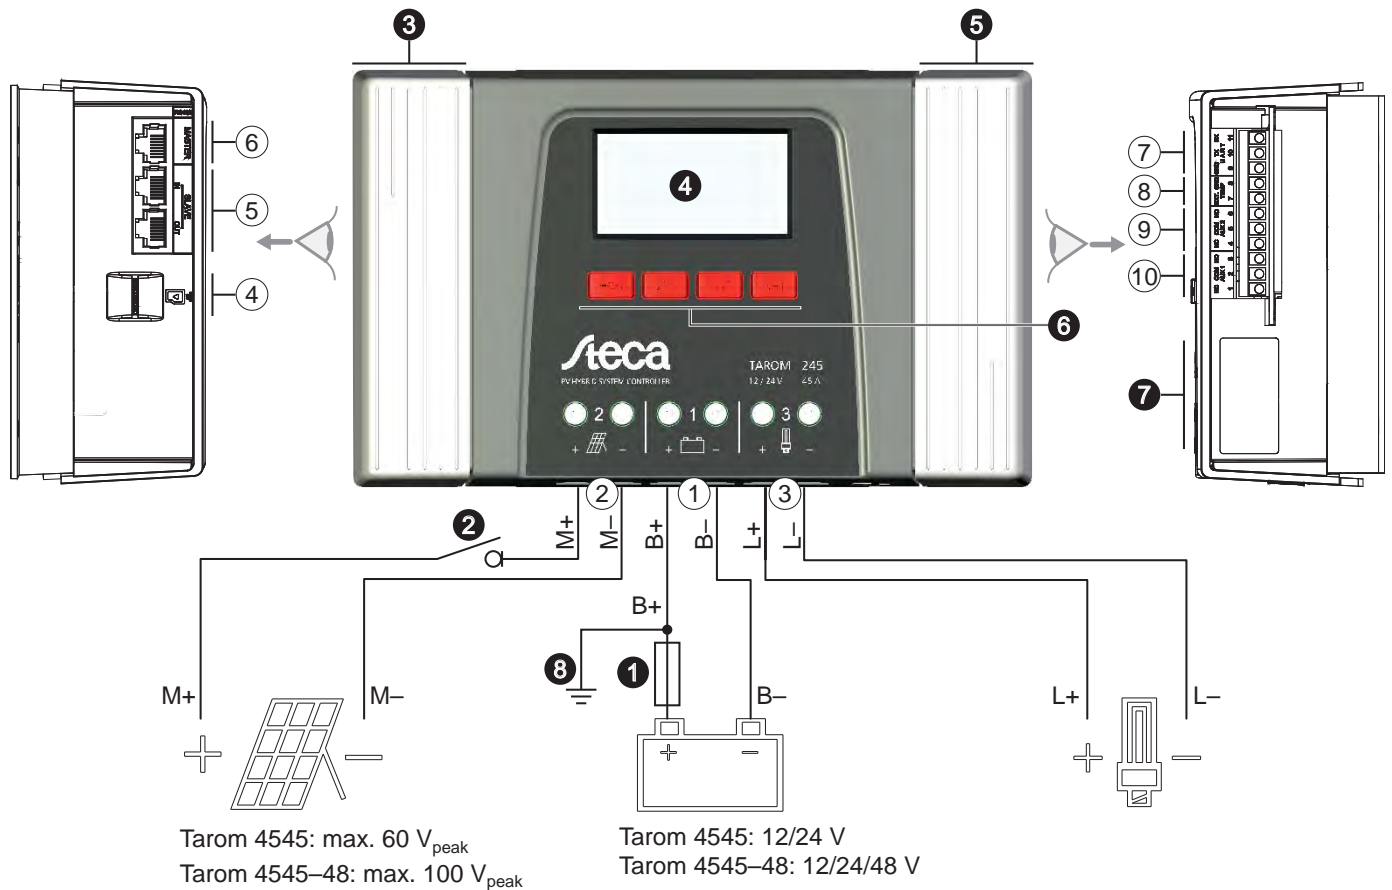

Fig. 1: Vue d'ensemble du boîtier et des prises
### 9.2.1 Prise femelle RJ45 pour le bus maître (⑥ dans fig. 1)
### 9.2.2 Prise femelle RJ45 pour le bus esclave (⑤ sur la fig. 1)
### 9.2.3 Logement de la carte microSD (④ sur la fig. 1)
### 9.2.4 Sorties de relais AUX 1, AUX 2 (⑨, ⑩ sur la fig. 1)